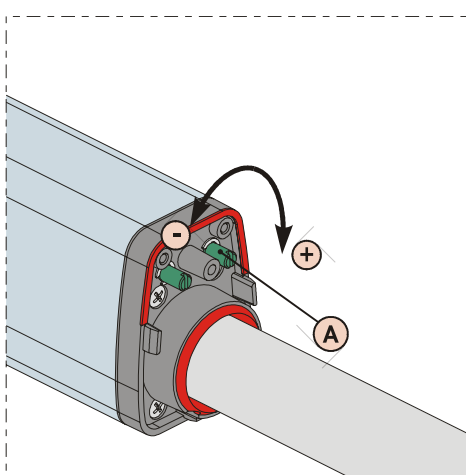

Abb. 19
- 2) Die Einstellung des **Endschalters beim Schließen FCC** erfolgt durch die Einstellschraube, Abb.19 Bez.A: im Uhrzeigersinn drehen, um den Hub des Schafts zu erhöhen, im Gegenuhrzeigersinn, um den Hub zu verringern.